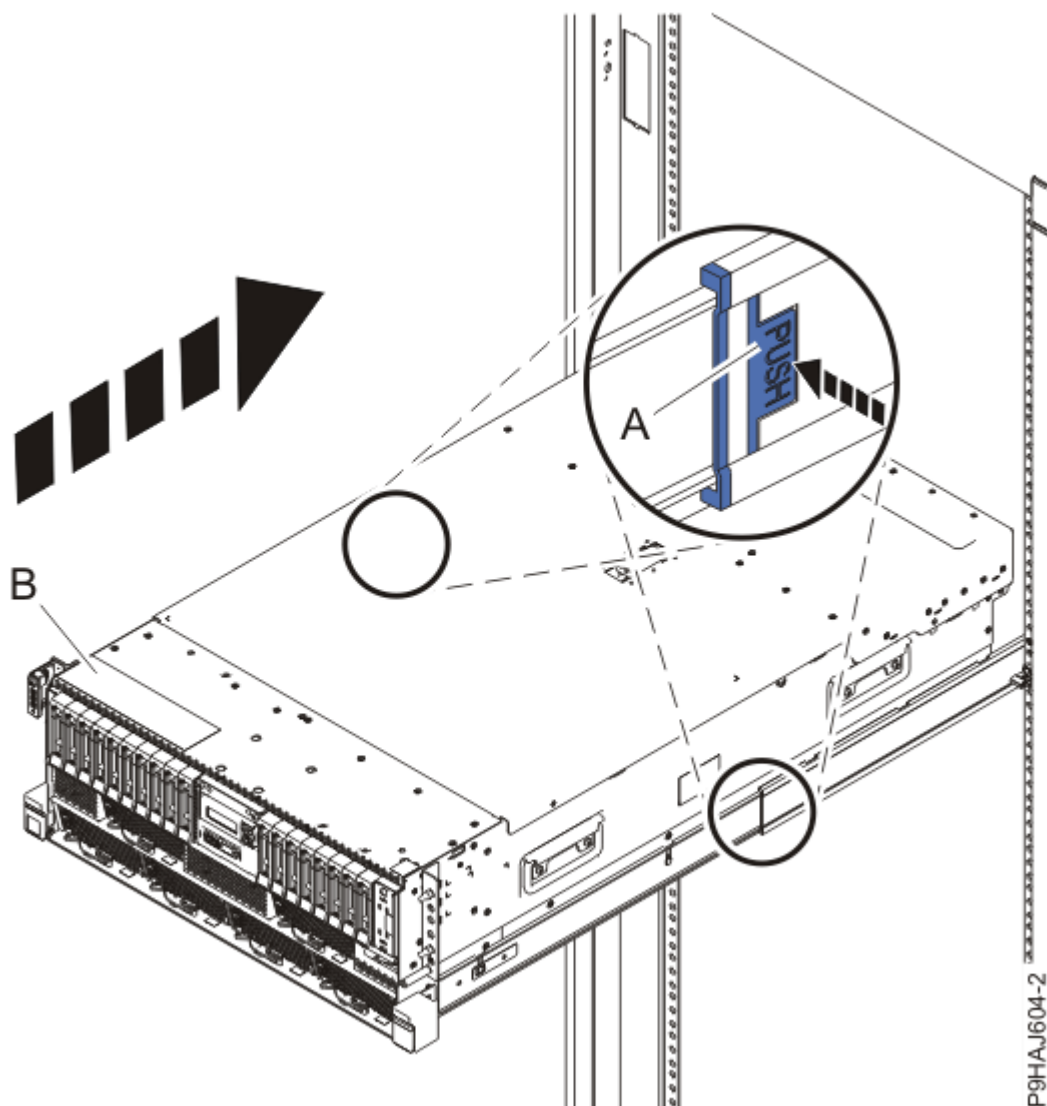

図 34. システムの操作位置への設置
3. ラック・マウント型システムの場合、青色のレール安全ラッチ **(A)** を、36 ページの図 34 に示されているように内側に押してアンロックします。